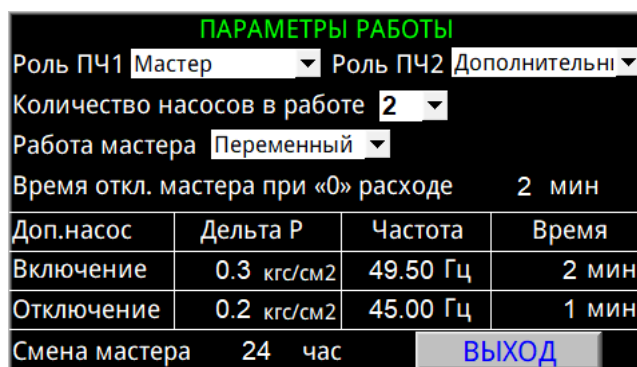

Рисунок 4 Окно «ПАРАМЕТРЫ РАБОТЫ»
2.2.4. В окне «ПАРАМЕТРЫ РАБОТЫ» (Рисунок 4) расположены параметры, отвечающие за логику работы насосов. Описание параметров расположено в таблице ниже.